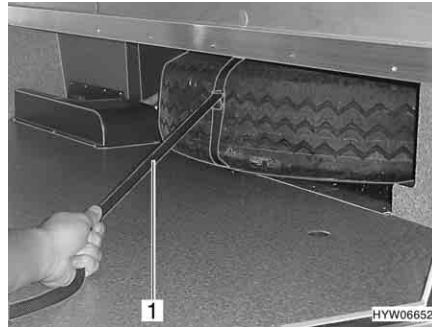

Fig. 248 Ruota di scorta nel doppio fondo
- Estrarre la ruota di scorta con la cinghia di arresto (Fig. 248,1).